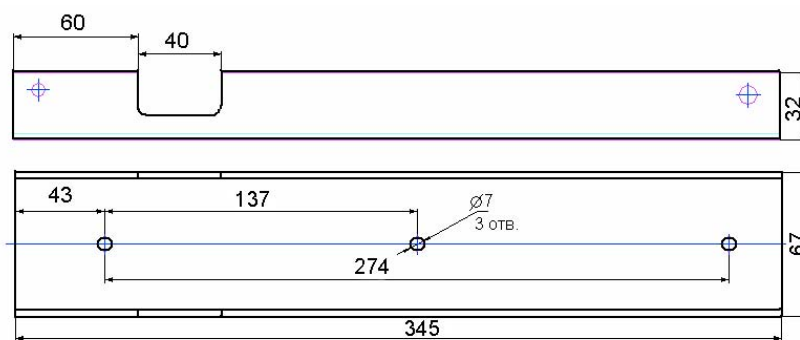

Рис. 4 - Крепёжная площадка МПП «Гарант-12»
5.3 Закрепить крепёжную(ые) площадку(и) модуля(ей) в соответствии с определёнными местами (по п.5.2). Координаты отверстий для крепления модулей «Гарант-12» показаны на рис.4.